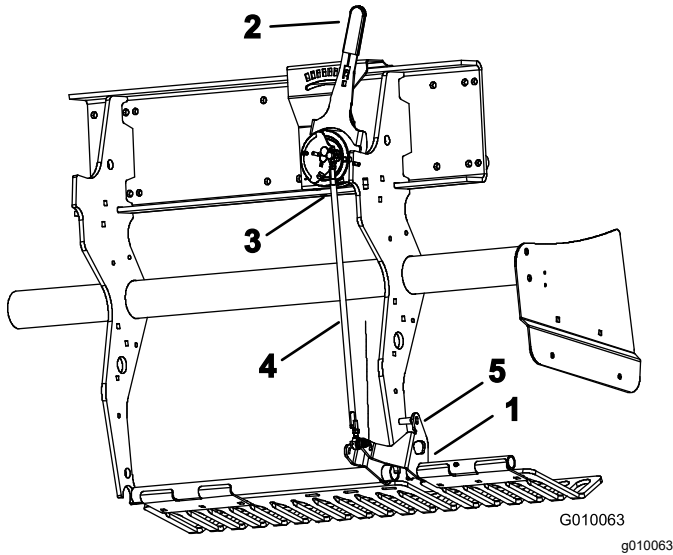

图 59
2. 向上旋转左侧护草板安装支架图 59 直至支架与焊接在机架上的深度设置管之间可以插入一个锁定销如 8mm 钻杆或螺栓。
3. 将打孔深度杆图 59 移至 H 设置最深。
4. 从线束上断开外侧滚珠开关图 59 打孔头-低开关。
5. 松开深度调节拉杆上的锁紧螺母左和右图 59。